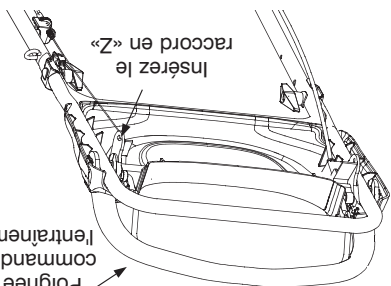

Figure 2
- Redressez le guidon supérieur dans la direction indiquée à la Figure 1 (troisième point). Serrez les écrous à oreilles qui se trouvent déjà sur le guidon. Voir la Figure 2.